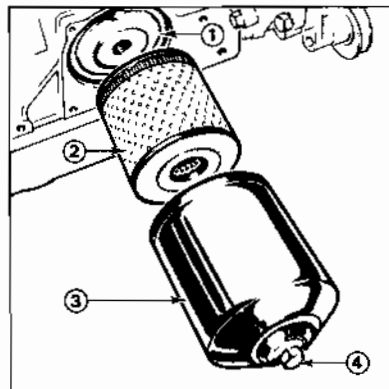

Fig. 7 Tiltreknings-
3. Trekk til boltene i topplokket i riktig rekkefølge (se fig. 7 og 8). Tiltrekningsmoment 135 til 150 Nm (100 til 110 lbs ft eller 13,8 til